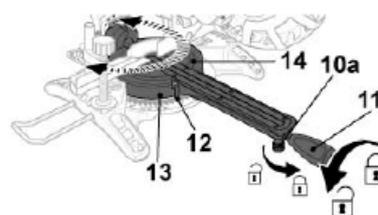

Fig. 48
- > Dévissez le boulon de soutien [10a] à l'aide d'une clé adéquate. Desserrez la poignée de verrouillage de la table [11]. Tournez la table [14] jusqu'à ce que le pointeur [12] indique l'angle souhaité sur l'échelle d'onglet [13]. Puis resserrez la poignée de verrouillage [11]. Resserrez le boulon de soutien [10a] (Fig. 48).